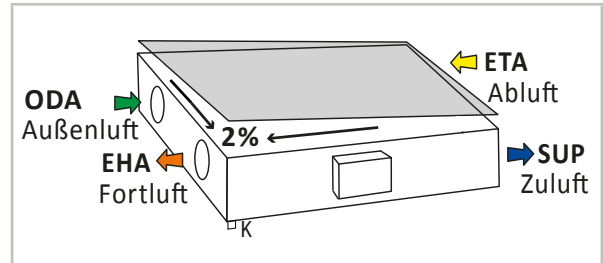

Abbildung 17: Neigung für Kondensatablauf links
- **Abbildung 17** zeigt ein Gerät mit Außen- und Fortluftstutzen links. Die Kondensat-Ableitung erfolgt über eine Neigung in zwei Richtungen zur Ecke „EHA“ - Fortluft links.